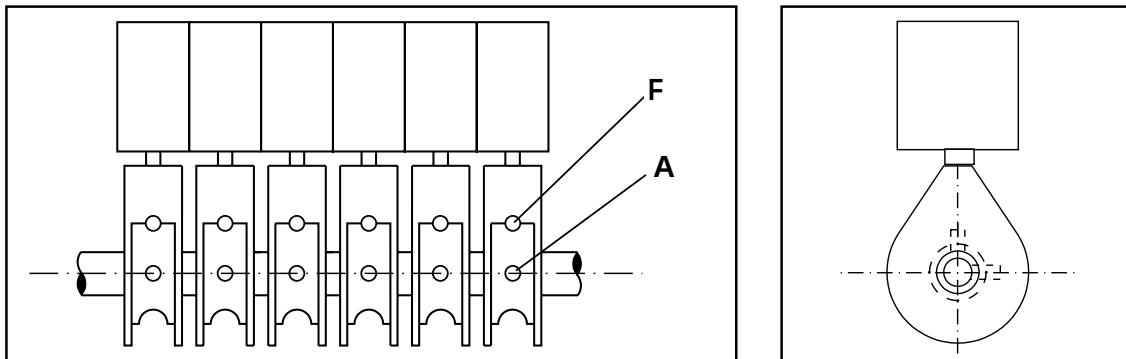

Bild 8.1: Anordnungsschema Endschalter
3. Arretieren Sie den Schaltnocken durch Festdrehen der **Madenschraube (A)**, Innensechskant-Schlüssel, SW 2,5 (Bild: 8.1).
7. Justieren Sie im Bedarfsfall die Torposition TOR-ZU mit der **Feineinstellschraube (F)** am Schaltnocken (Bild: 8.1) nach.